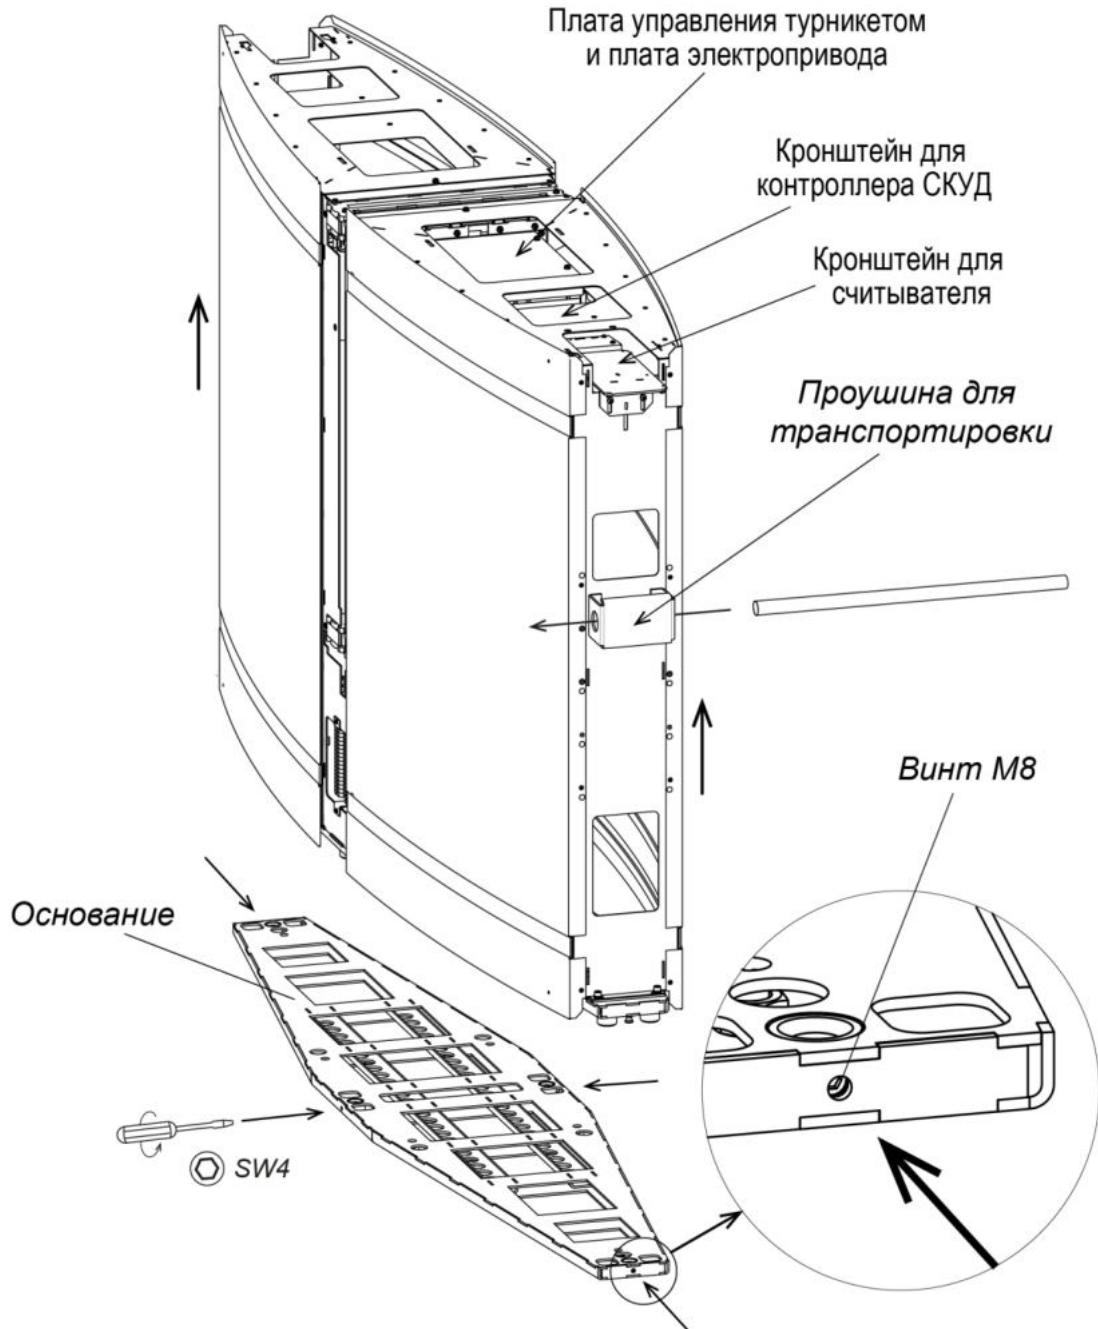

Рисунок 20. Демонтаж секции с основания
- Установите секцию *Master* на основание, предварительно протянув внутрь ее соединительные кабели. Используя шестигранный ключ SW4, закрепите секцию на основании с помощью четырех установочных винтов M8 (см. рис. 20). При необходимости для более удобной прокладки кабелей внутри корпуса секции имеется возможность отсоединить и выдвинуть по продольной оси одну или две съемные части корпуса (см. разд. 8.7.3, рис. 21).
18. При необходимости произведите монтаж считывателей карт доступа и контроллера СКУД – считыватели устанавливаются на предусмотренные для этого кронштейны, расположенные внутри секций под верхними блоками индикации крышек или непосредственно на блоках индикации снизу (**PERCo-MR07 OEM**); контроллер СКУД устанавливается на самоклеящихся фиксаторах из комплекта поставки в проеме корпуса секции сверху под крышкой турникета (см. рис. 20).
- Ключом шестигранным SW4 выверните до упора четыре винта M8 (см. рис. 20).
Плата электропривода створки располагается под стеклянной крышкой турникета с правой стороны от створки в проеме корпуса секции, см. рис. 20 (для стороны *Master* совместно с платой управления).